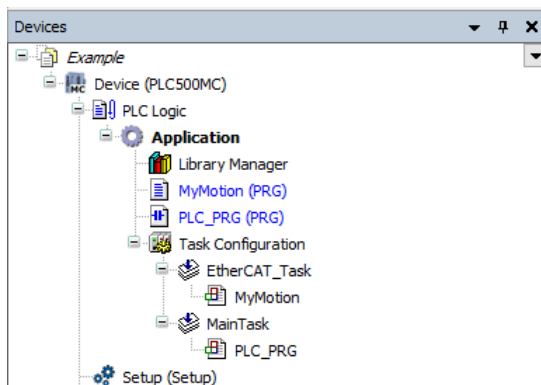

Figura 3.2: Adicionar o POU MyMotion à tarefa EtherCAT\_Task.
- Arraste o **POU MyMotion** sob a tarefa **EtherCAT\_Task**, como apresentado na Figura 3.2.